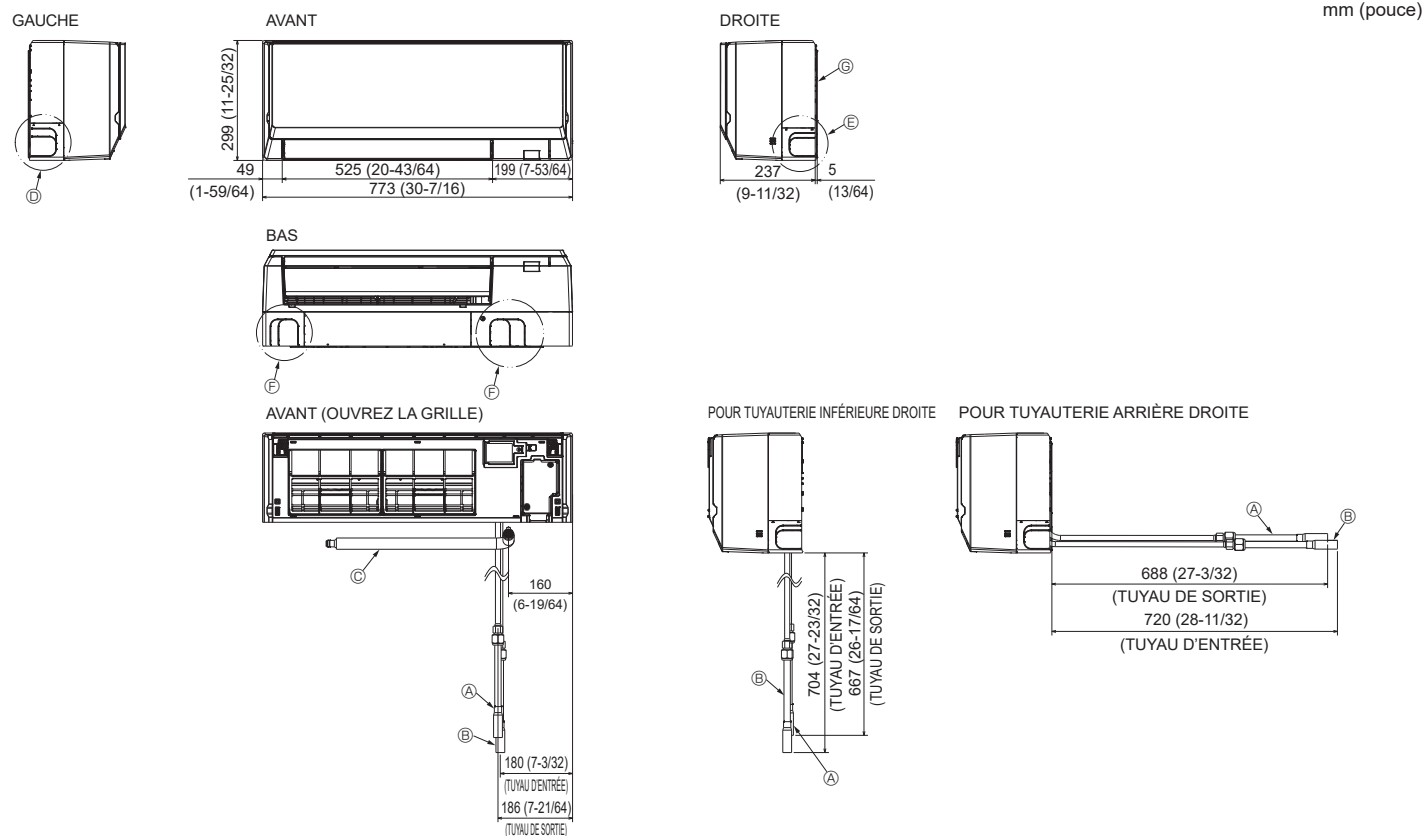

Fig. 4-5
4.2. Mise en place des tuyauteries d'eau et d'écoulement (Fig. 4-5, 4-6)
- (A) Tuyau d'eau (sortie) * Indique l'état avec les accessoires montés.